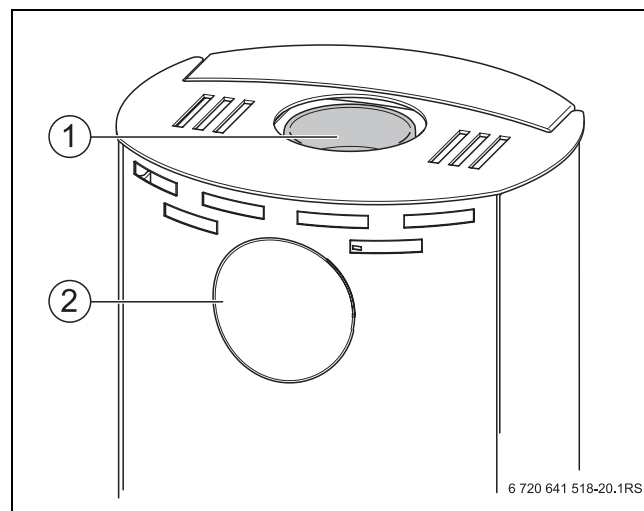

Рис. 8 Подключение к дымовой трубе
- ▶ Выломайте заглушку (→ рис. 8, [2], стр. 11).
- ▶ Выверните винты (1) внутренней крышки (2).